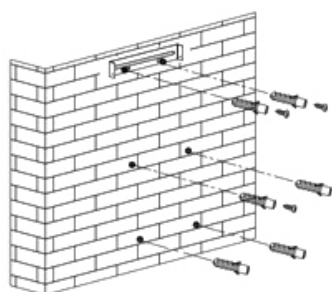

Imagen 2
2. Después de confirmar la altura de instalación para la campana extractora, fije el orificio de instalación, el soporte interno de la chimenea y el orificio de seguridad, de acuerdo con el tamaño de la campana. Realice orificios de 6pcs ϕ 8 en la pared (consulte la Imagen 2).